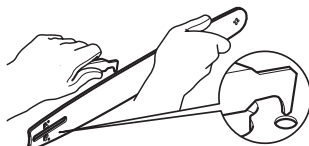

Imagen 38
- > Elimine los residuos de los rieles de la espada [5] utilizando un destornillador, una espátula, el cepillo de cerdas de alambre u otro instrumento similar. De este modo, los conductos del aceite se mantendrán abiertos para garantizar la lubricación adecuada de la espada [5] y la cadena [4] (Imagen 38).